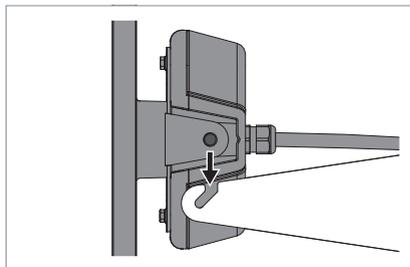

Fig. 11: Armatuur aan de houder hangen.
- ▶ Hang het armatuur aan de houder, zie Fig. 11.